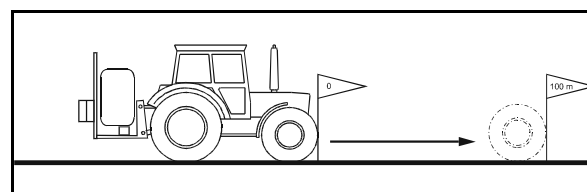

Fig. 61
2. Marquez le point de départ et le point d'arrivée (Fig. 61).